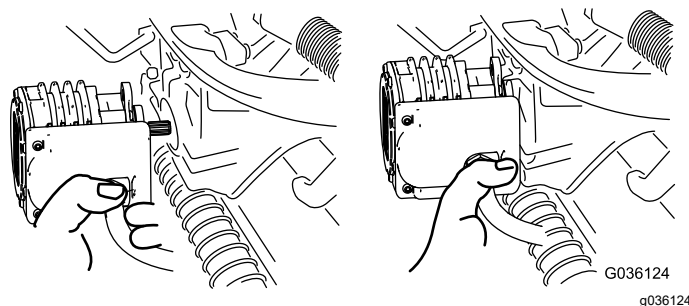

Figura 65
4. Mueva el motor al lugar de almacenamiento en la parte delantera del brazo de suspensión (Figura 65).